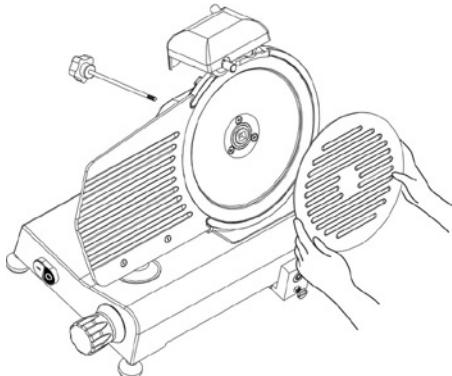

Abb. 6 – Abnehmen der Abdeckung des Messers
Den Drehknopf der Befestigungsscheibe (1) [Siehe Abb. 6] abschrauben, damit man die Abdeckung des Messers (2) abnehmen kann.